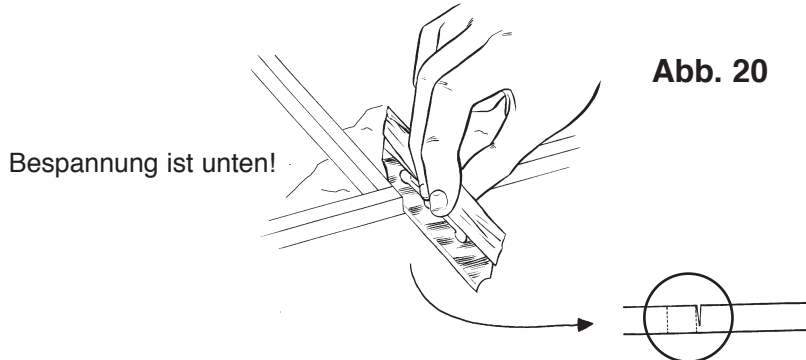

Abb. 20
7.4.4 Der Flügel wird auf die Bespannung gelegt. Die Nasen- und Endleiste wird an der vorher markierten Stelle bis zur Hälfte (ca. 0,75 mm) vorsichtig eingeschnitten. (Abb. 20)